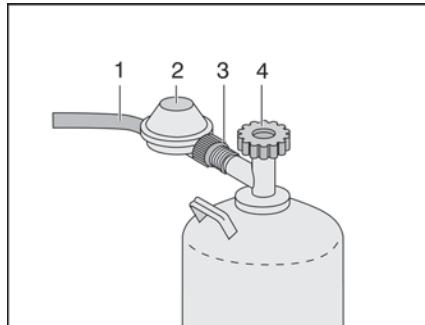

Bild 60 Anslutning gasflaska
- ▶ Håll fast gastryckregulatorn (Bild 60,2) och lossa muttern (Bild 60,3) (vänstergånga).
- ▶ Tag bort gastryckregulatorn med gasslangen (Bild 60,1) från gasflaskan.
- ▶ Sätt gastryckregulatorn (Bild 60,2) med gasslangen (Bild 60,1) mot gassflaskan och drag åt muttern (Bild 60,3) per hand (vänstergånga).
- ▶ Stäng huvudavstängningsventilen (Bild 60,4) på gasflaskan. Beakta pilriktningen.